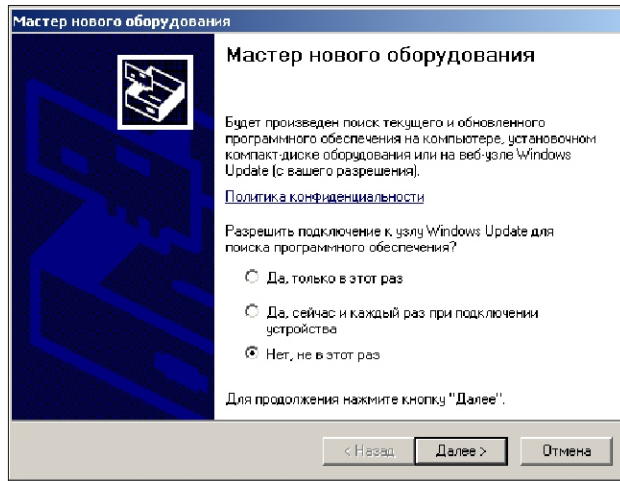

Рис. 3.9
- ♦ Как было описано выше, выберите "Нет, не в этот раз" и нажмите кнопку "Далее", чтобы продолжить установку, рис. 3.9.